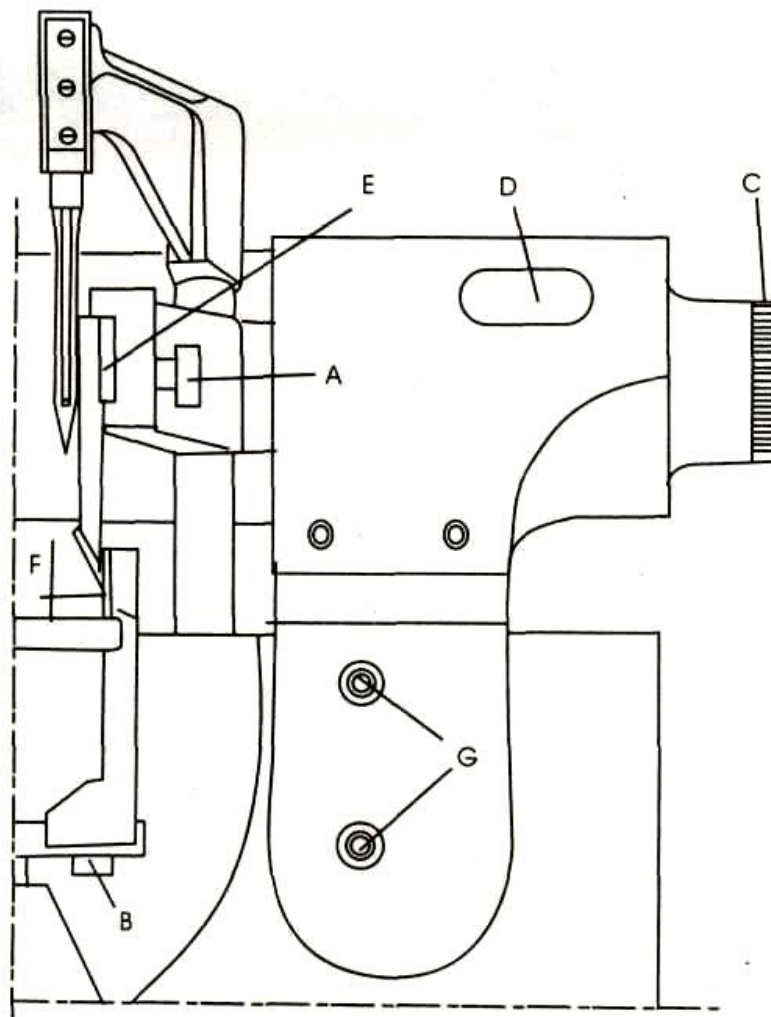

Fig.13
При замене ножей сначала слегка ослабьте винт с накаткой С (Fig. 13), затем полностью отверните винт А верхнего ножа, не вытаскивая его из гнезда.
**ВНИМАНИЕ:** режущий край верхнего ножа должен находиться на 3 мм выше игольной пластины (Рис. 13). Нижний нож (подвижный нож) может оставаться в одном и том же положении до тех пор, пока, большое количество заточек не укоротит его так, что потребуется замена.
Ослабьте оба винта G (Fig.13) и снимите верхнюю составную часть машины, затем игольную пластину I а также опорную пластину.